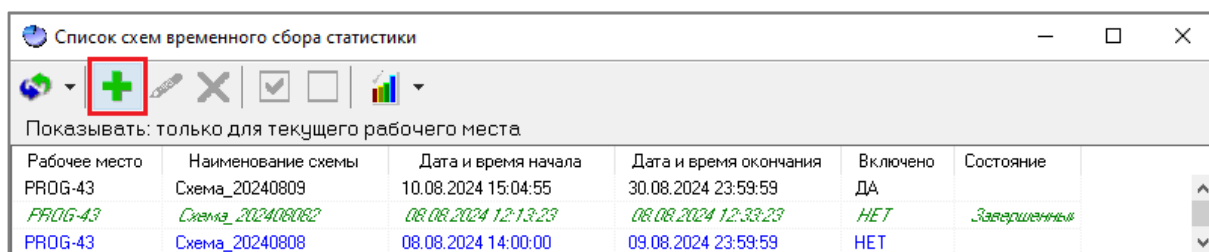

Рисунок 11-112 Создание схемы ВСС через панель инструментов окна "Список схем временного сбора статистики"
- либо нажмите кнопку «Создать схему временного сбора статистики»  на панели инструментов (см. п. 11.6.1.1) окна «Список схем временного сбора статистики» (см. Рисунок 11-112);